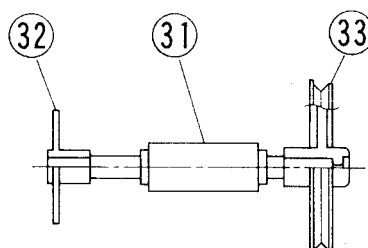

Figure 16
2. Worm gear (31) Assy
As described in Fig. 16 pressing insert the Shifter (32) and pulley to the long and short bars of Worm Gear (31) respectively. When the Shifter (32) is assembled, make sure that the left end of the bar is on the same level as the face of the shorter boss of shifter. When the Pulley (33) is assembled, press the pulley as long as it goes.
2. ウォームギヤー (31) assy
シフター (32) 及びプーリー (33) をそれぞれウォームギヤー (31) の長軸、短軸に取り付ける。シフター (32) の短軸の面とウォームギヤーの長軸の面を合わせる。又、プーリー (33) はウォームギヤーの短軸がはいるところまで押し込む。(図16)